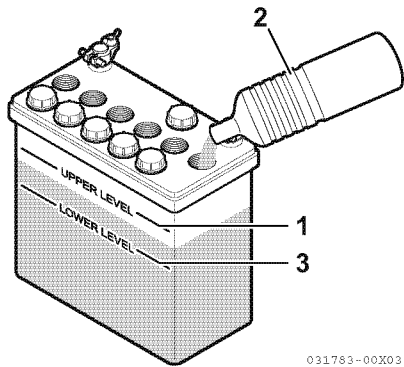

Abbildung 6
- Wenn die Flüssigkeit nahe der unteren Grenze (3, **Abbildung 6**) steht, destilliertes Wasser (2, **Abbildung 6**) bis an die obere Grenze (1, **Abbildung 6**) einfüllen. Bei fortgesetztem Betrieb mit zu wenig Batterieflüssigkeit verkürzt sich die Lebensdauer der Batterie und sie kann überhitzen und explodieren. Den Flüssigkeitsstand während des Sommers häufiger als angegeben kontrollieren.